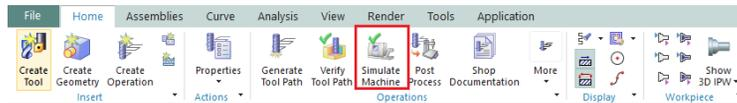

Figura 4.24 Pestaña Home, Función Simulate Machine
- En la **ribbon bar** seleccionar **Simulate Machine** (Figura 4.24).